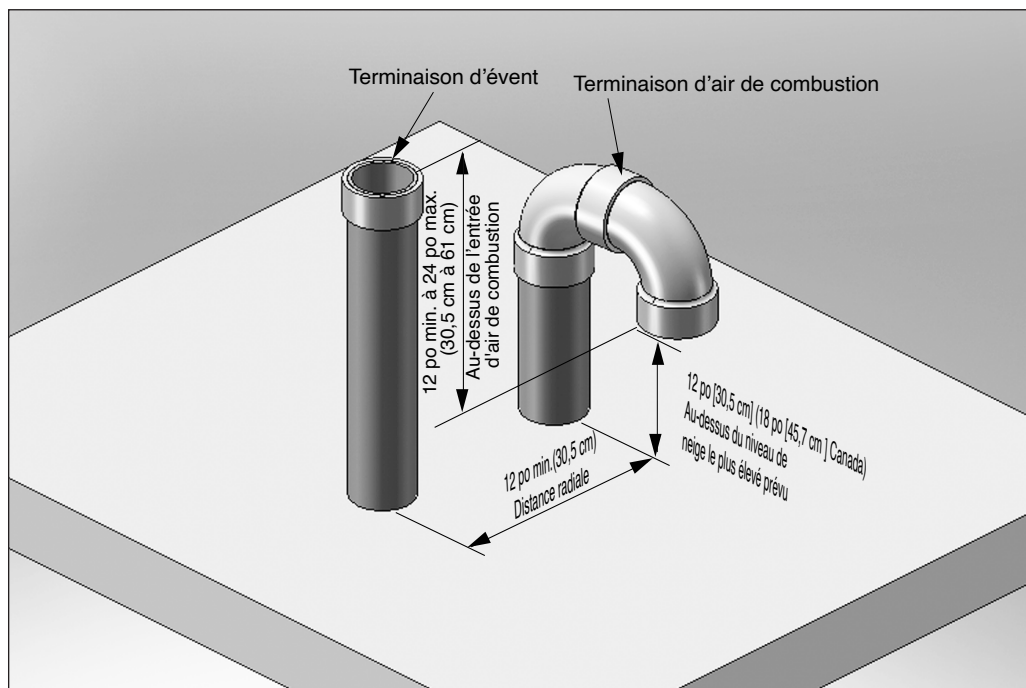

Fig. 1 - Ventilation directe - Terminaison verticale de la tuyauterie de ventilation et d'air de combustion.
2. La tuyauterie d'air de combustion doit être terminée en forme de « U » à l'envers, comme l'illustre la **Fig. 1** en page 12. La terminaison doit être située à 12 po [30,5 cm] (18 po [45,7 cm] au Canada) au-dessus du niveau de neige prévu le plus élevé.
3. La tuyauterie de ventilation doit être terminée à la verticale avec un raccord qui accepte une grille aviaire, et elle doit être située de 12 po à 24 po [30,5 cm à 61 cm] au-dessus de l'entrée d'air de combustion, comme illustré à la **Fig. 1** en page 12.
4. Les terminaisons d'air de ventilation et d'air de combustion doivent être localisées à une distance radiale de 12 po à 24 po [30,5 cm à 61 cm] de la ligne centrale de la terminaison de ventilation, comme illustré à la **Fig. 1** en page 12.
3. Localisez le tuyau d'événement et le tuyau d'air de combustion de manière à créer les dégagements décrits à la **Fig. 1 en page 12**.
2. La tuyauterie d'air de combustion doit être terminée en forme de « U » à l'envers, à l'aide de deux coudes de 90°, comme l'illustre la Fig. 1 en page 12.
3. La tuyauterie d'évent doit se terminer à la verticale avec un raccord, comme illustré à la Fig. 1 en page 12.
**N'allongez pas le tuyau d'évent au-dessus du toit, au-delà des dimensions illustrées à la Fig. 1 en page 12. L'exposition prolongée du tuyau d'évent pourrait causer le gel du condensat et bloquer le tuyau d'évent, entraînant des dommages matériels substantiels, des blessures graves ou la mort.**